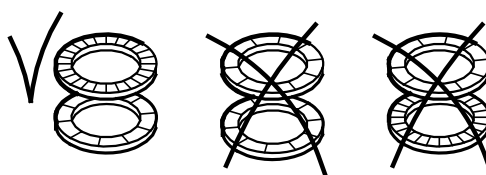

Рис. 14 Правильная установка шайб
11. Установить рабочее колесо (поз. 49), хомут (поз. 64с), шайбы (поз. 66) и гайку (поз. 67). См. рис. 14.